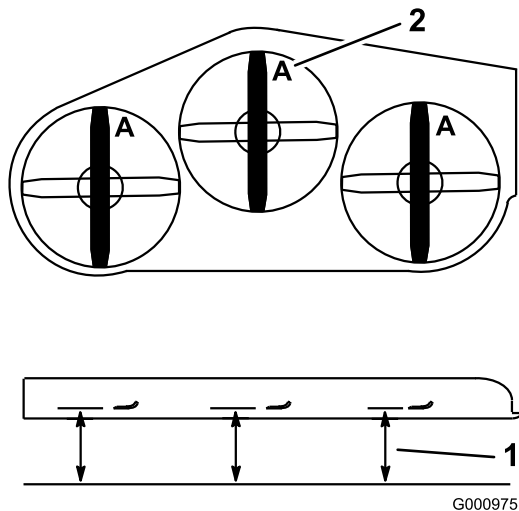

Figure 68
1. Tournez les lames dans le sens longitudinal (Figure 68). Mesurez la distance entre la surface plane et le tranchant (position A) des lames (Figure 68) et notez cette valeur.